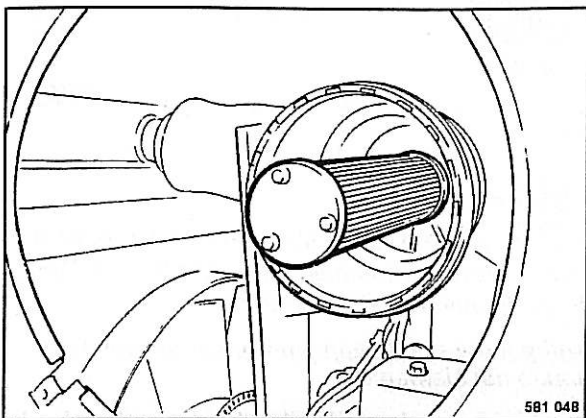

Fig. 136
- Extraer el elemento de seguridad (Fig. 136) con ligeros movimientos giratorios.